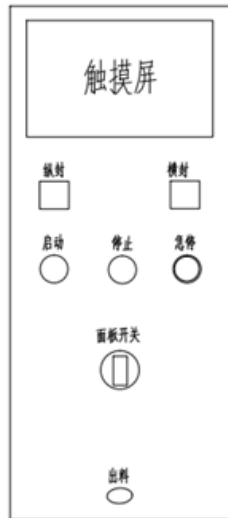

图 5
1、控制面板介绍(图 5)Introduction of control panel (figure 5)